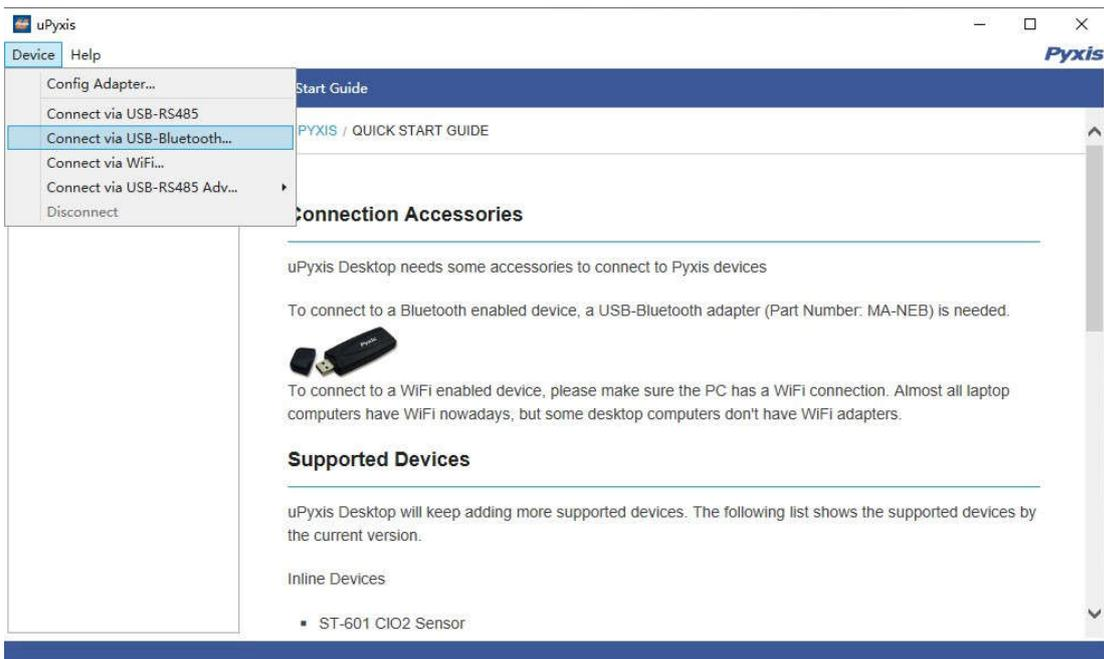

图 25.
3. 在 uPyxis® 桌面客户端中, 点击 **Connect via USB-Bluetooth** (图 25)。